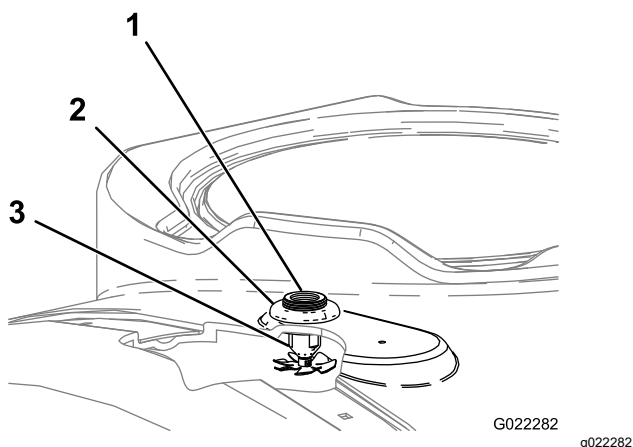

Figure 5
2. Insérez les buses de rinçage vers le haut à travers les trous percés (Figure 5).
3. Vissez l'écrou à embase en plastique sur les filets exposés du raccord de traversée au sommet de la cuve (Figure 5). Veillez à placer le joint correctement entre le raccord de traversée et la surface inférieure de la cuve.